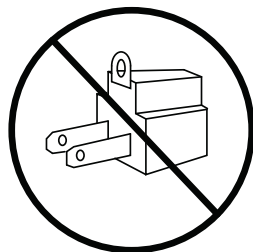

Figura 4
- Não utilizar adaptador. (Veja a Figura 4).